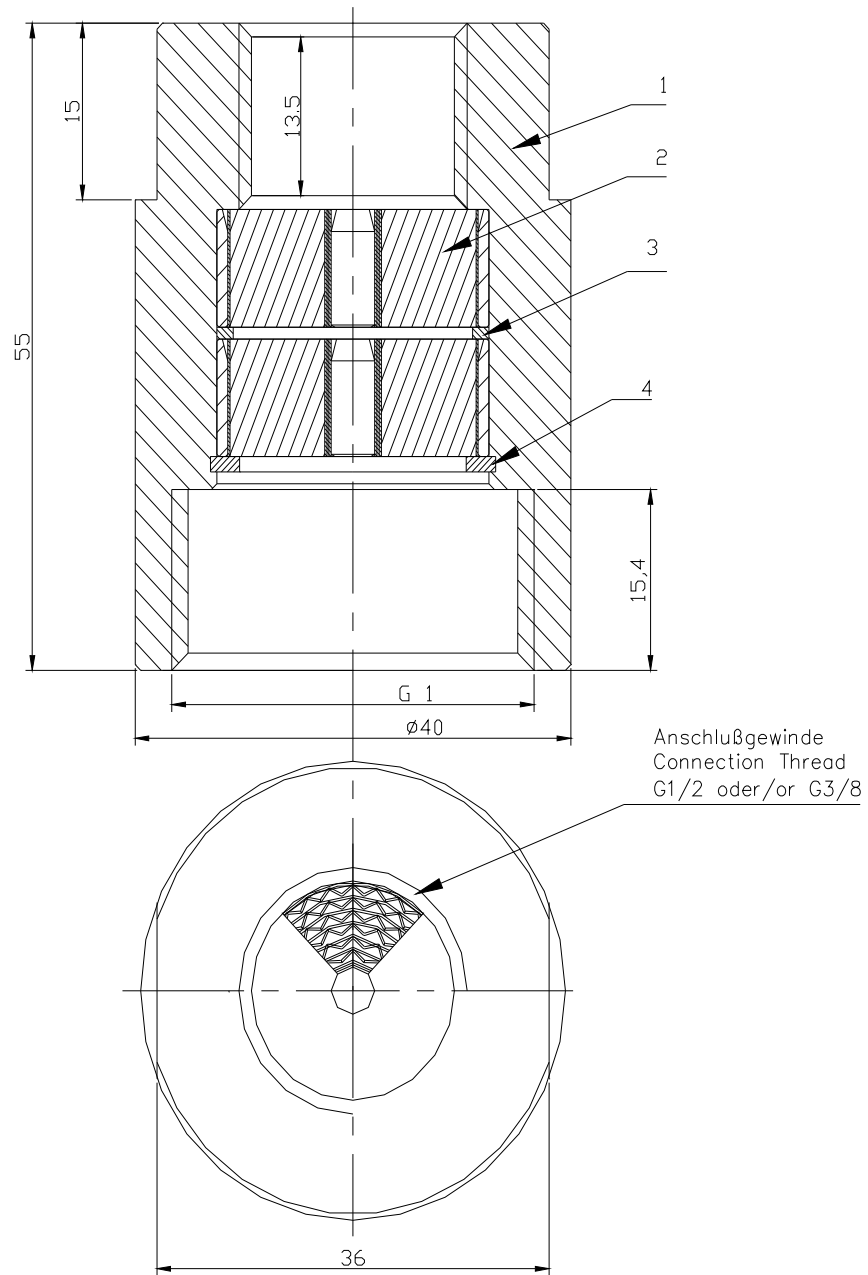

Bild 2:
- Bestellnummer (Position siehe **Bild 2**)